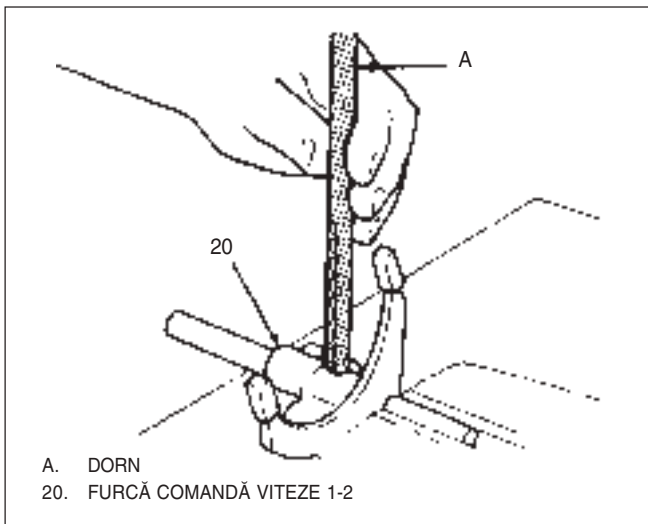
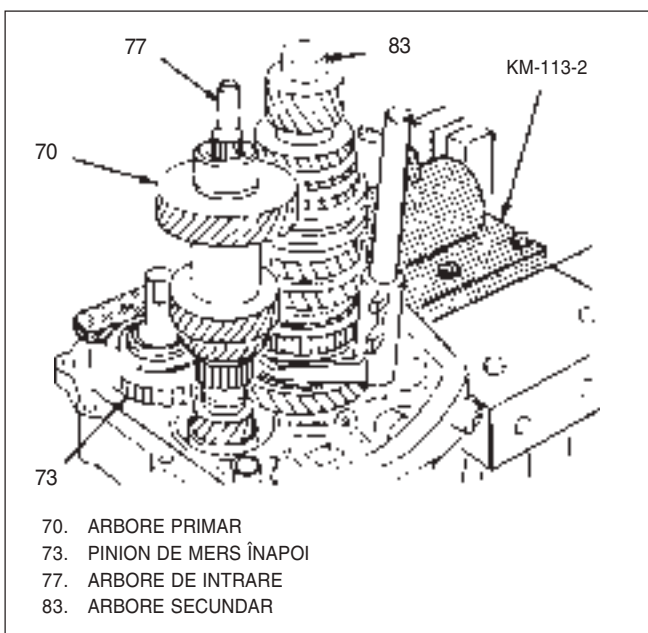
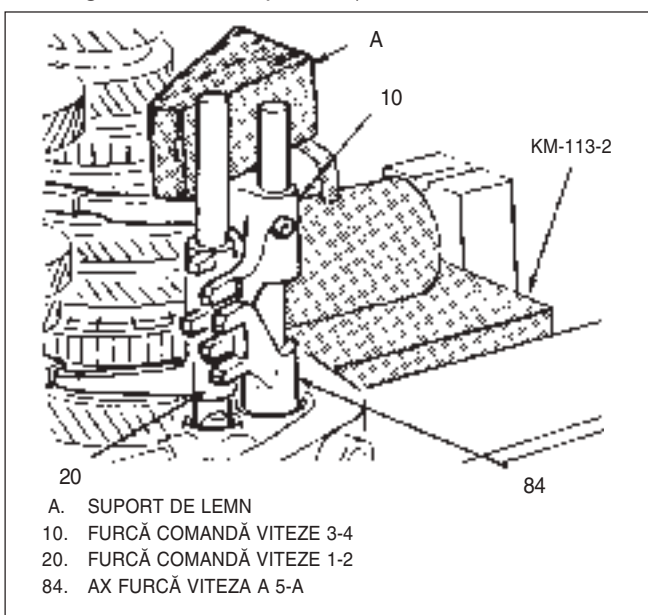

Fig. 79 Furcă comandă viteze 1-2
Fig. 80 Arborele primar și arborele secundar
Fig. 81 Știft ax furcă
- 1) Se prinde cu șuruburi placa portlagăre(36) pe suportul de fixare și se montează pe placa KM-113-2, Fig 80.
- 2) Ax pinion mers înapoi(72) și bila de zăvorâre(71) în placa portlagăre(36).
- Bila de zăvorâre(71) în gaura plăcii portlagăre(36), Fig 79.
- 3) Știfturi(9) în furca c-dă viteze 1-2(20) și în axul furcii.
- 4) Următoarele componente pe placa portlagăre(36) în același timp:
- Arbore secundar(83) cu axul furcii și furca de c-dă a vitezelor 1-2.
- Se asigură arborele secundar(83) și arborele primar(70) pe placa portlagăre(36) cu siguranțe inelare.
- 5) Se introduc ax furcă mers înapoi(75), furcă mers înapoi(76) și pinion de mers înapoi(73) pe axul pinionului de mers înapoi(72), Fig 81.
- 6) Ax furcă viteze 3-4(11) și furcă c-dă viteze 3-4(10) și știfturi(9) noi.
– Se sprijină axele cu blocuri de lemn pentru a nu fi deteriorate când se montează știfturile, Fig 81.